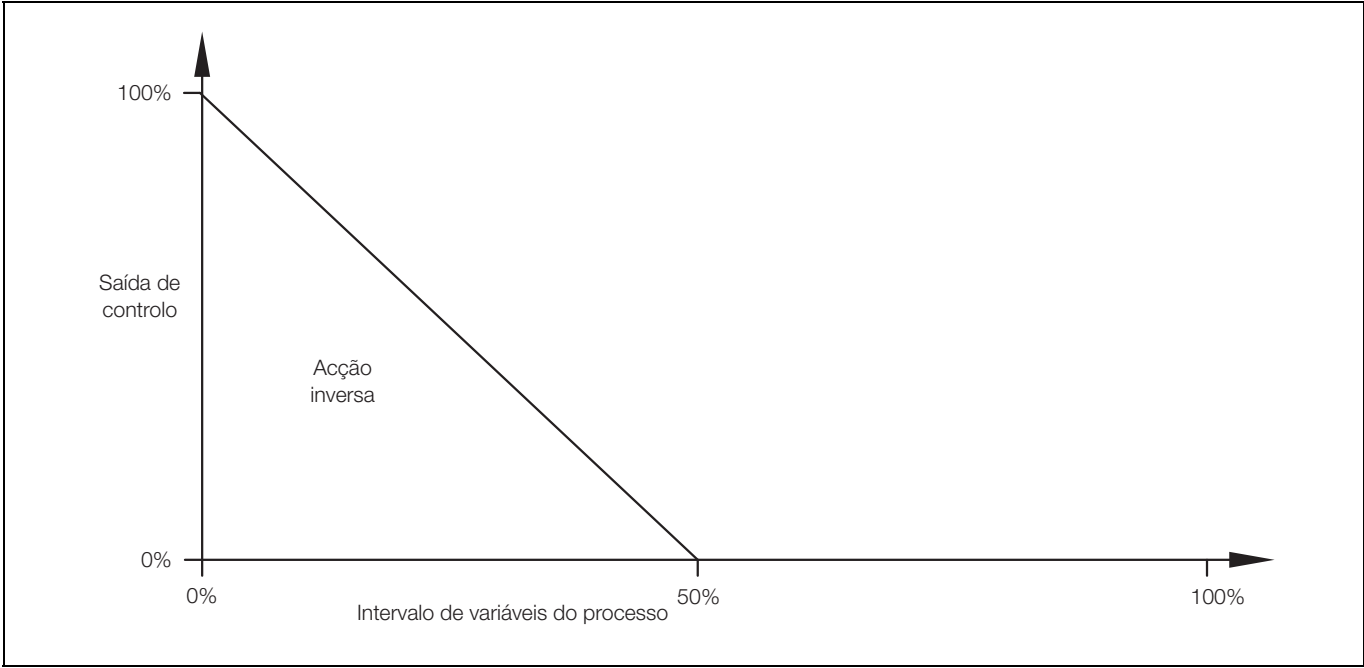

Fig. B.2 Controlo PID único de acção inversa
B.1.1 Controlo PID único de acção inversa – Fig. B.2